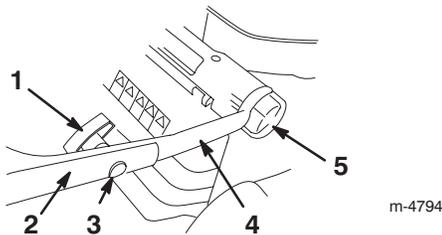

Figure 2
2. Desserrez les boutons de réglage de hauteur du mancheron et tournez la partie inférieure du mancheron vers l'arrière de la tondeuse, jusqu'à ce qu'elle vienne se loger dans l'une des positions de réglage de hauteur, comme indiqué à la Figure 2.
4. Montez la partie supérieure sur la partie inférieure du mancheron à l'aide des boulons à tête ovale et installez les boutons comme indiqué à la Figure 2. **Serrez fermement les boutons.**
Le mancheron dispose de trois positions de réglage en hauteur: haut, moyen, bas (Fig. 2). Réglez le mancheron à la hauteur la plus confortable pour vous.